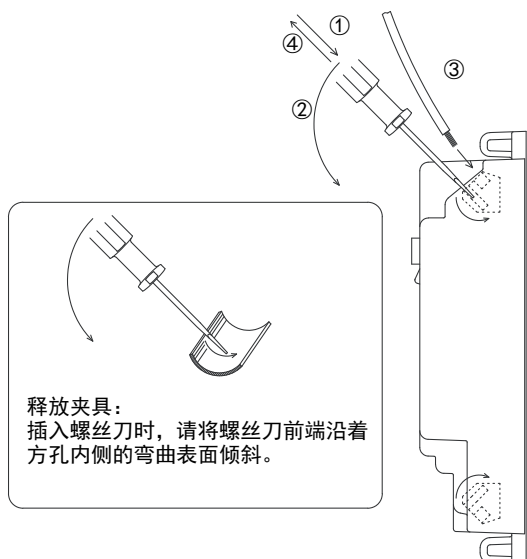

图 9 将配线连接至即插式端子板
- ① 将一字螺丝刀插入位于前方上下两侧端子板上的小方孔内(释放夹具)。
- ② 边插入边使螺丝刀保持倾斜(保持与图9中的倾斜方向一致)。当螺丝刀到底时,夹具完全被释放。
- ③ 将裸线(5-6mm长)插入较大的方孔中。
- ④ 插入裸线后,拔出螺丝刀。